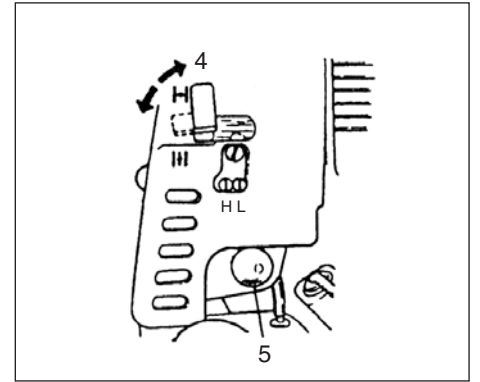

Fig.2-3
- *Presser la poire d'amorçage (5) (Si la machine en est munie) à plusieurs reprises pour que le carburant puisse s'écouler de la poire dans le tuyau de retour (Fig. 2-3)
3. Régler la manette du starter sur la position fermée (4). (Fig. 2-3)